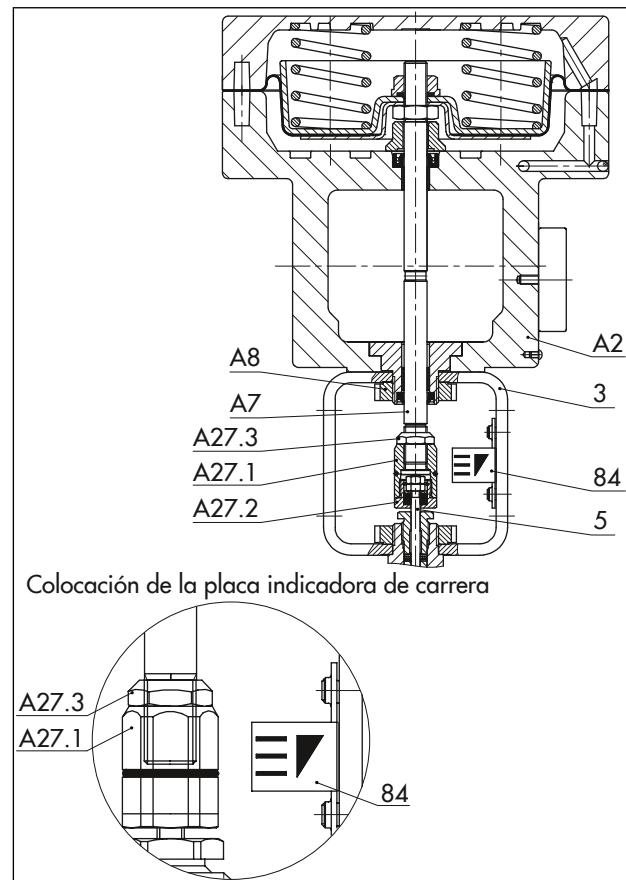

Fig. 13: Accionamiento neumático Tipo 3277 en válvula para microcaudales Tipo 3510
Ver Fig. 13
- Alinear la placa indicadora de carrera (84) de forma que la línea inferior quede a la misma altura que la junta tórica de la tuerca de acoplamiento, ver Fig. 13.